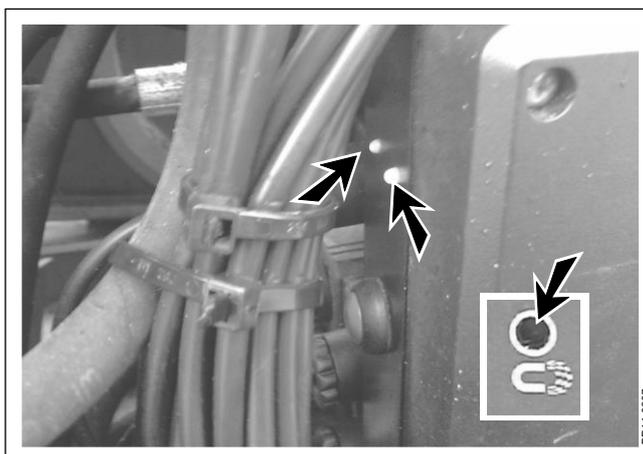

Abb. 5-6
**Abb. 5-6** Sobald die Steuereinheit und der Metalldetektor eingeschaltet sind, leuchten die beiden Kontrollleuchten auf der MD-Steuereinheit und die Leuchte auf der Steuereinheit auf.